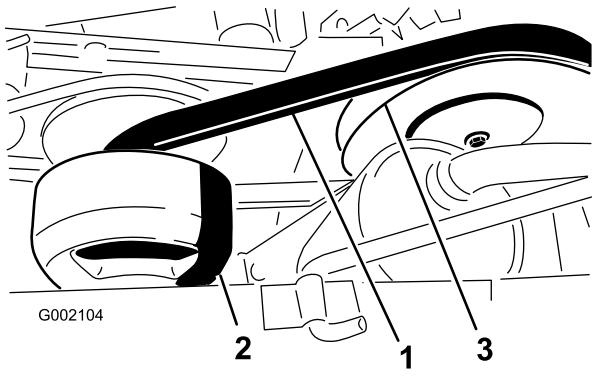

Figura 46
3. Rode e verifique se a correia (Figura 46) apresenta sinais de desgaste ou se está danificada. Substitua a correia, sempre que for necessário.
1. Rode e coloque a correia sobre a embraiagem secundária (Figura 46).
2. Retire a correia da embraiagem primária (Figura 46).